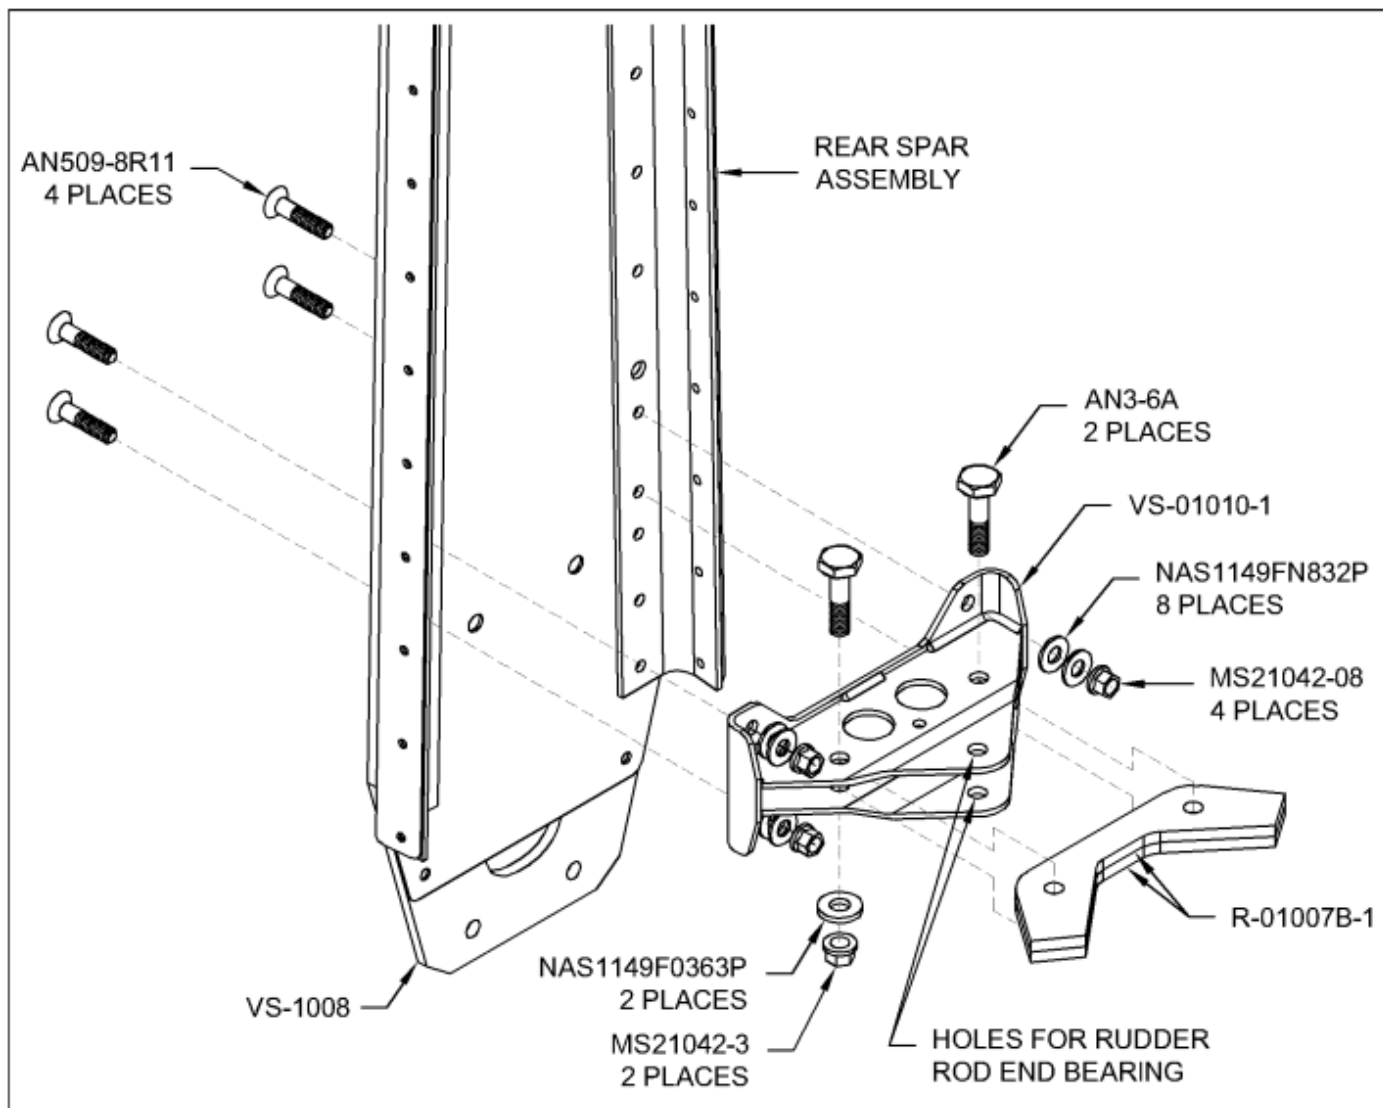

Figura 3 - Instalação do suporte da dobradiça inferior
Passo 5: Fixe o suporte de dobradiça inferior do leme VS-01010-1 com Cleco na longarina traseira na localização mostrada na Figura 3. Note que o novo suporte é fixado com Cleco na mesma localização dos suportes originais, mas somente em quatro dos oito furos originais.
Passo 8: Remova o suporte da dobradiça e então rebaixe os quatro furos #19 no Reforço de Longarina VS-1008 (veja a Figura 3) que foram perfurados na etapa anterior. Faça o rebaixo dos furos de forma que fiquem nivelados no lado frontal para os parafusos AN509.
Passo 9: Utilize uma broca de número 12 para remover o revestimento em pó dos três conjuntos de furos de número 12 no suporte de dobradiça. Esses furos são utilizados para parafusar as paradas do leme R-01007B-1 e a extremidade inferior do rolamento da haste do leme. Veja a Figura 3.
Passo 10: Desbaste (e endireite, se necessário) os dois batentes do leme R-01007B-1 e, em seguida, parafuse-os no suporte inferior da dobradiça do leme VS-01010-1, conforme mostrado na Figura 3.
Passo 11: Fixe o suporte da dobradiça na longarina traseira usando os materiais indicados na Figura 3.